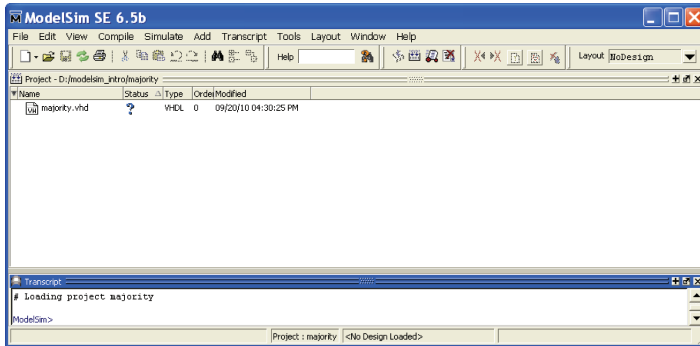

fig5
- La fenêtre principale du modelsim contient le projet (fig5)